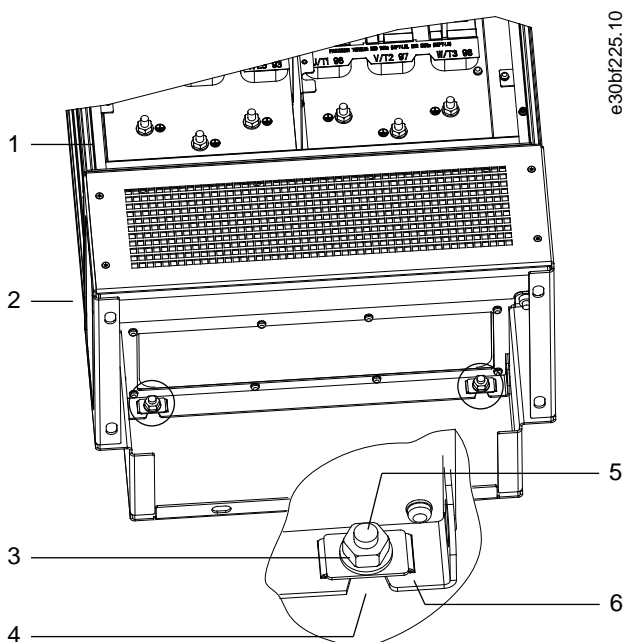

Рисунок 11: Точки крепления подставки к корпусу сзади
1. Поднимите преобразователь частоты и установите его на подставку. В задней части подставки имеется два болта, которые входят в два отверстия-паза на задней стороне корпуса. Для установки положения преобразователя частоты передвигайте болты вверх или вниз. Закрепите их, не затягивая, двумя гайками M10 и фиксирующими кронштейнами. См. Рисунок 11.